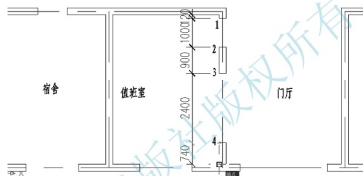

图 3.56 标注值班室内尺寸
(2) 执行菜单栏中的【标注】|【连续】命令, AutoCAD 自动将连续标注连接到刚刚所标注的 120 尺寸线上。
① 在指定第二条尺寸界线原点或 [放弃(U)/选择(S)]<选择>: 提示下, 捕捉门洞口的左下角点(2处)。
② 在指定第二条尺寸界线原点或 [放弃(U)/选择(S)]<选择>: 提示下, 捕捉窗洞口的左上角点(3处)。
③ 在指定第二条尺寸界线原点或 [放弃(U)/选择(S)]<选择>: 提示下, 捕捉窗洞口的左下角点(4处)。
④ 在指定第二条尺寸界线原点或 [放弃(U)/选择(S)]<选择>: 提示下, 捕捉值班室右下角阴角点, 如图 3.56 所示。